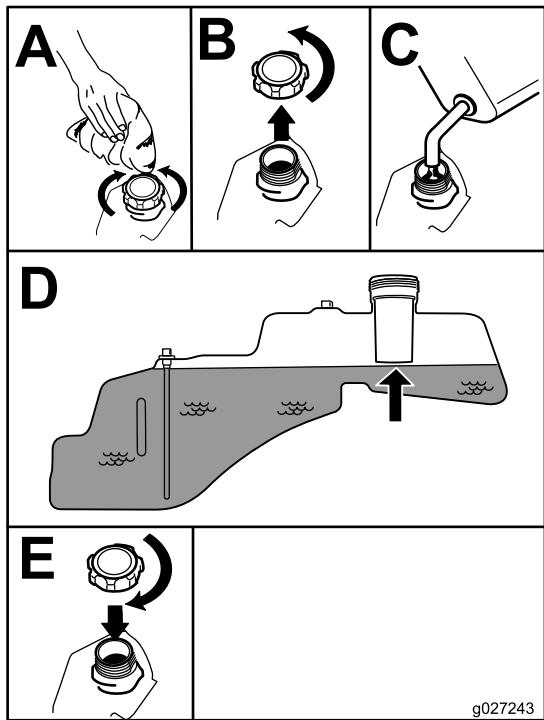

Figura 7
**Nota:** Puede utilizar la mirilla de combustible para verificar la presencia de gasolina antes de llenar el depósito (Figura 7).